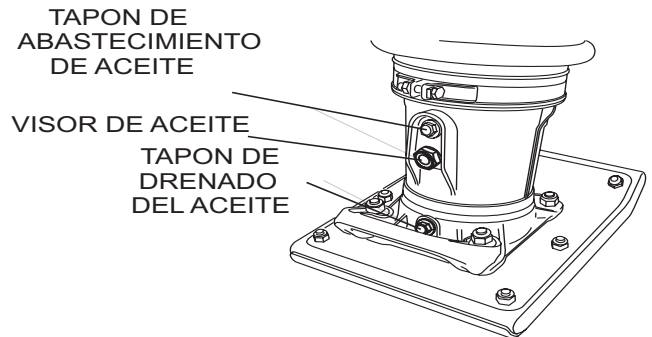

Figura 14. Tapón para drenar
- Retire el tapón para drenar en la caja de la zapata (Figura 14) y drene el aceite. Rellene con aproximadamente 800 cc. (1.7 pinta) de aceite de motor 10W-30 SE, SF ó un grado mayor. El aceite debe estar a la mitad del visor. El aceite inicial debe cambiarse después de las primeras 50 horas.